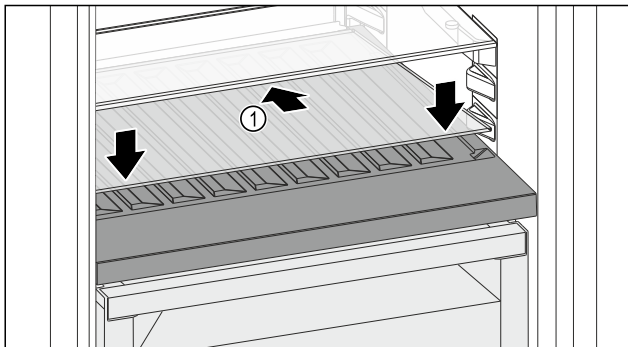

Fig. 158
- ▶ Coloque la placa de vidrio Fig. 158 (1) en ángulo e inclinada hacia atrás y hacia abajo.
- ▶ Levante la placa de vidrio Fig. 158 (1) por la parte delantera.